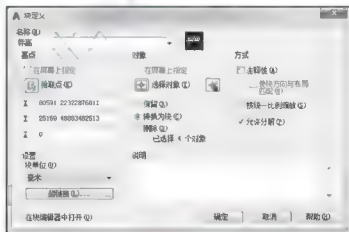
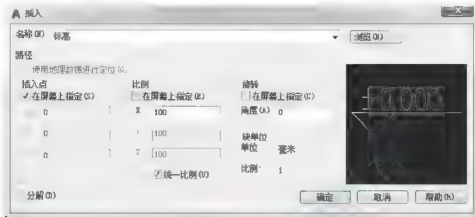

图 3.99 设置【块定义】对话框
图 3.102 插入“标高”图块对话框
(1) 用【创建块】命令制作图块,如图 3.99 所示设置【块定义】对话框。
(1) 单击【绘图】工具栏上的【插入块】图标 (快捷键 I)，弹出【插入】对话框。
(2) 在【插入】对话框中的【名称】下拉列表中选择“标高”图块。对话框中的其他设置如图 3.102 所示，单击【确定】按钮。
- 因为是按照 1:1 的比例绘制标高符号，所以插入“标高”图块时，应在图 3.102 所示的【插入】对话框中等比例地设定【X】和【Y】的缩放比例，如果将其插入 1:100 的图中，缩放比例为“100”，即将标高符号放大 100 倍；如果是插入 1:200 的图中，缩放比例为“200”，即将标高符号放大 200 倍；如果是插入 1:50 的图中，缩放比例为“50”，即将标高符号放大 50 倍。
- 由于在图 3.99【块定义】对话框中，勾选了【按统一比例缩放】，所以在图 3.102【插入】对话框中【统一比例】为灰色。